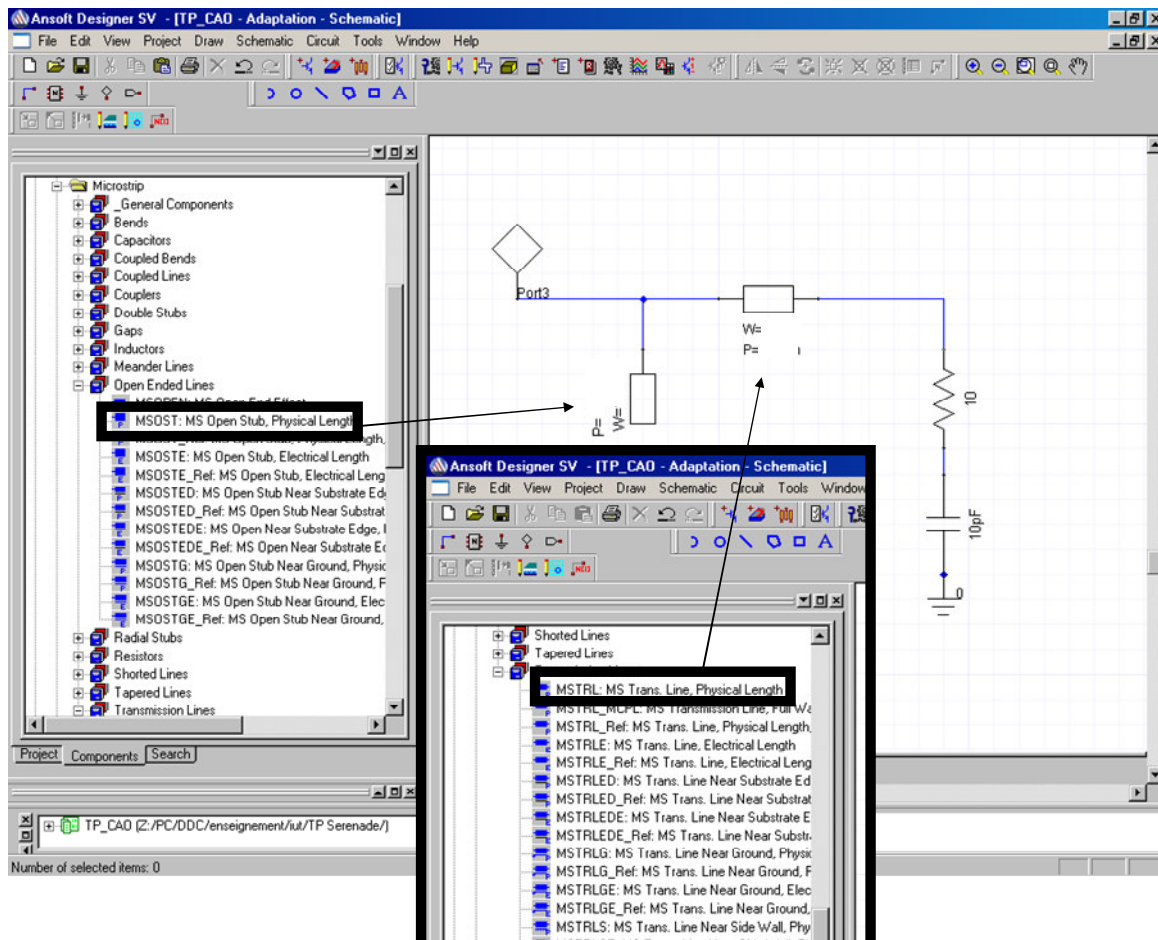

Figure 5 : Schéma électrique de l'adaptation par stub
- Dessiner ce réseau d'adaptation comme indiqué à la figure 5.